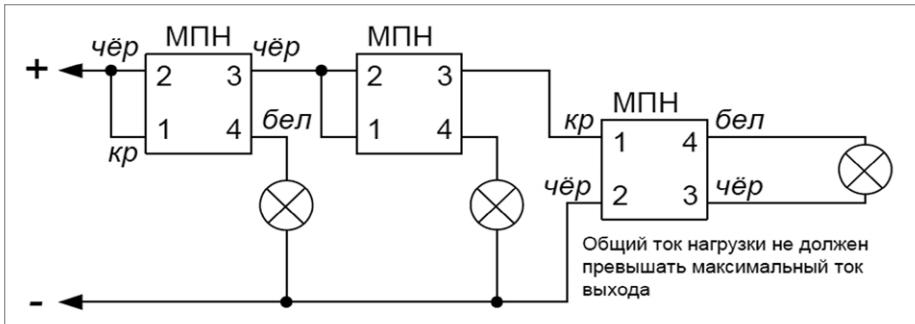

Рисунок 3.
4. Если какой-либо из выходов не используется, к его клеммам необходимо подключить модуль подключения нагрузки (МПН), белый (4) и черный (3) проводники которого нагрузить резистором (5,6...10) кОм, 0,5 Вт.
5. Несколько исполнительных устройств подключаются к одному выходу блока по схеме, приведенной на рис. 3.